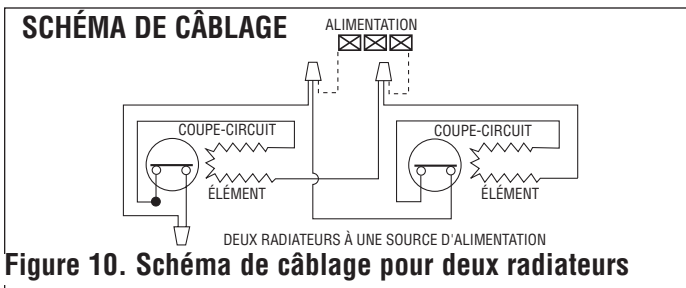

Figure 10. Schéma de câblage pour deux radiateurs
- Raccordez les radiateurs selon le schéma de câblage de la figure 10.